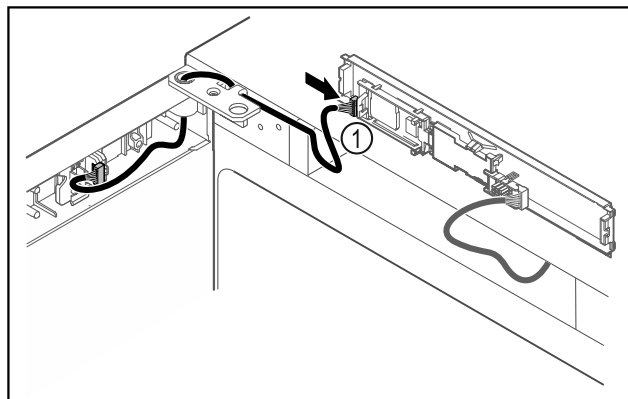

Fig. 41
- ▶ Sæt stikket Fig. 41 (1) i på printkortet.